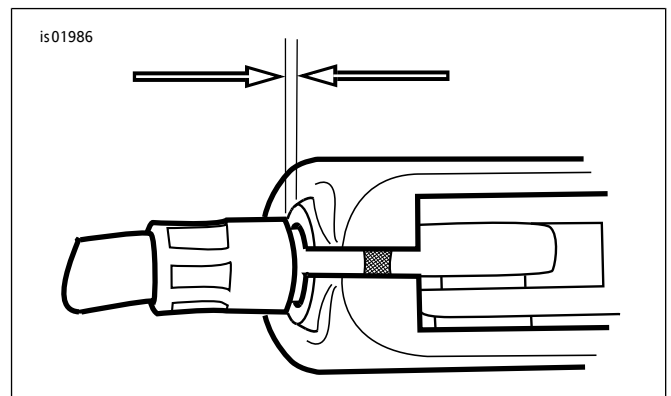

图2. 1.6-3.2毫米（1/16-1/8英寸）离合器拉索自由间隙
- e. 参见图2。转动拉索调节器离开防松螺母，直到手杆处再没有松弛。将离合器拉索套圈从离合器杆支架上拉开，检查自由间隙。转动拉索调节器，在拉索套圈顶端与离合器杆支架之间形成1.6-3.2毫米（1/16-1/8英寸）的自由间隙。